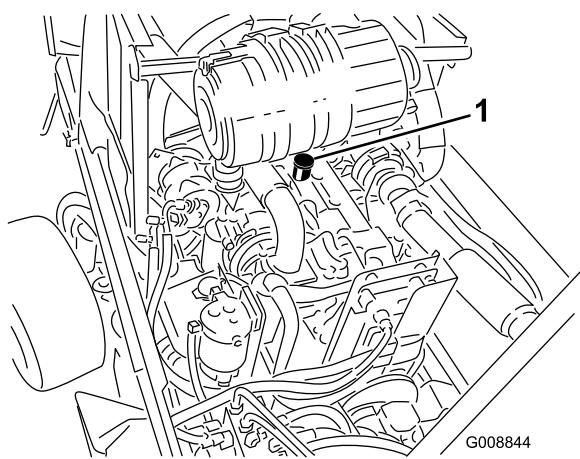

図 60
3. 不足している場合 (Low マークよりも下) は、補給管についているキャップ (図 60) を取り、Full 位置までオイルを補給する。